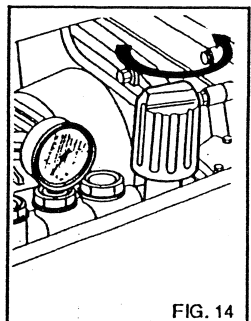

FIG. 14
5) Pour régler la pression du jet, agir sur le réglage de pression (fig. 14).